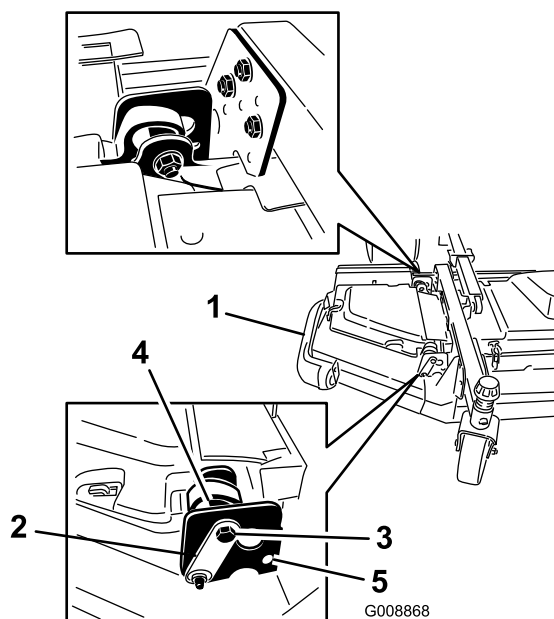

Figure 7
- Desserrez les boulons et écrous qui fixent les deux entretoises excentriques aux ailettes (Figure 7).
- Tournez l'excentrique arrière (le plus proche du groupe de déplacement) jusqu'à ce que la pointe extérieure de la lame soit plus haute d'environ 3 mm que la hauteur de coupe voulue (Figure 7).